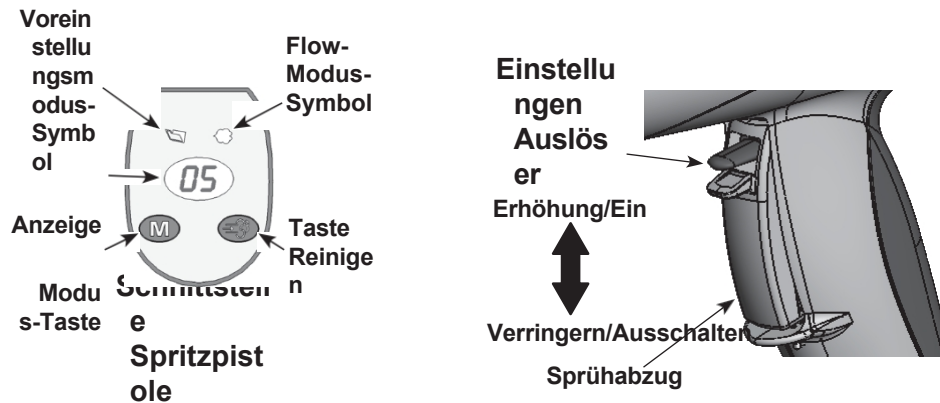

Abbildung 4
1. Siehe Abbildung 4. Den Spritzabzug loslassen. Die Voreinstellungen können nicht geändert werden, solange die Pistole eingeschaltet ist.
1. Siehe Abbildung 4. Halten Sie die Modustaste gedrückt, bis das Symbol für **den Durchflussmodus** leuchtet.
1. Siehe Abbildung 4. Richten Sie die Pistole in die Kabine und lassen Sie den Spritzabzug los.